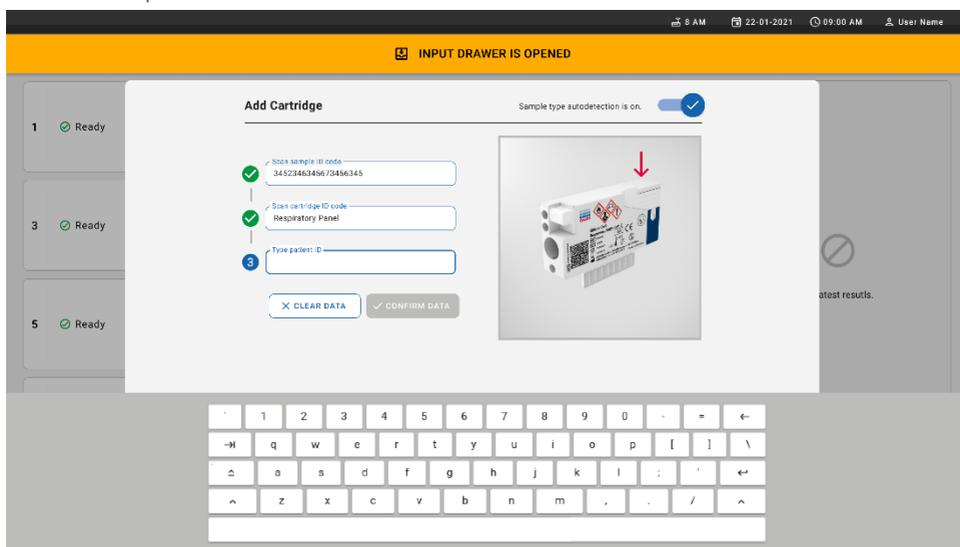

Figura 24. Pantalla de escaneo del ID del QIAstat-Dx Respiratory SARS-CoV-2 Panel Cartridge.
8. Tras introducir el código de barras de ID de muestra, escanee el código de barras del QIAstat-Dx Respiratory SARS-CoV-2 Panel Cartridge que se debe utilizar (la posición se indica con la flecha). El QIAstat-Dx Rise reconoce de forma automática el ensayo que se va a ejecutar, en función del código de barras del QIAstat-Dx Respiratory SARS-CoV-2 Panel Cartridge (figura 24).